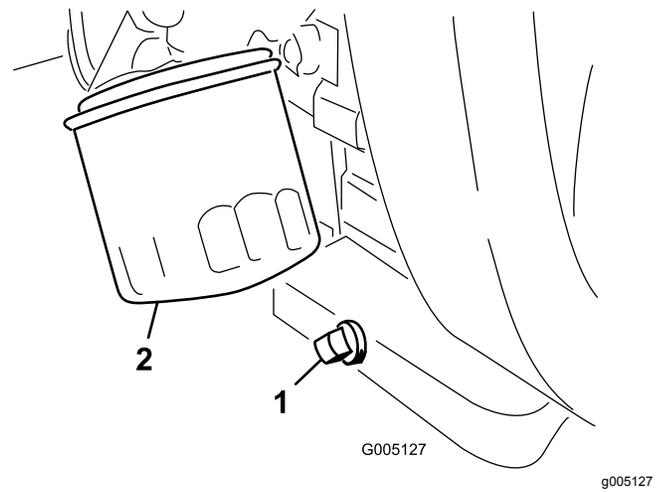

Bild 47
2. Entfernen Sie den Ölfilter (Bild 47). Ölen Sie die neue Dichtung am Ölfilter leicht mit frischem Öl ein.
1. Entfernen Sie die Ablassschraube (Bild 47) und lassen das Öl in eine Auffangwanne ab. Schrauben Sie die Ablassschraube wieder ein, nachdem das Öl abgelassen ist.